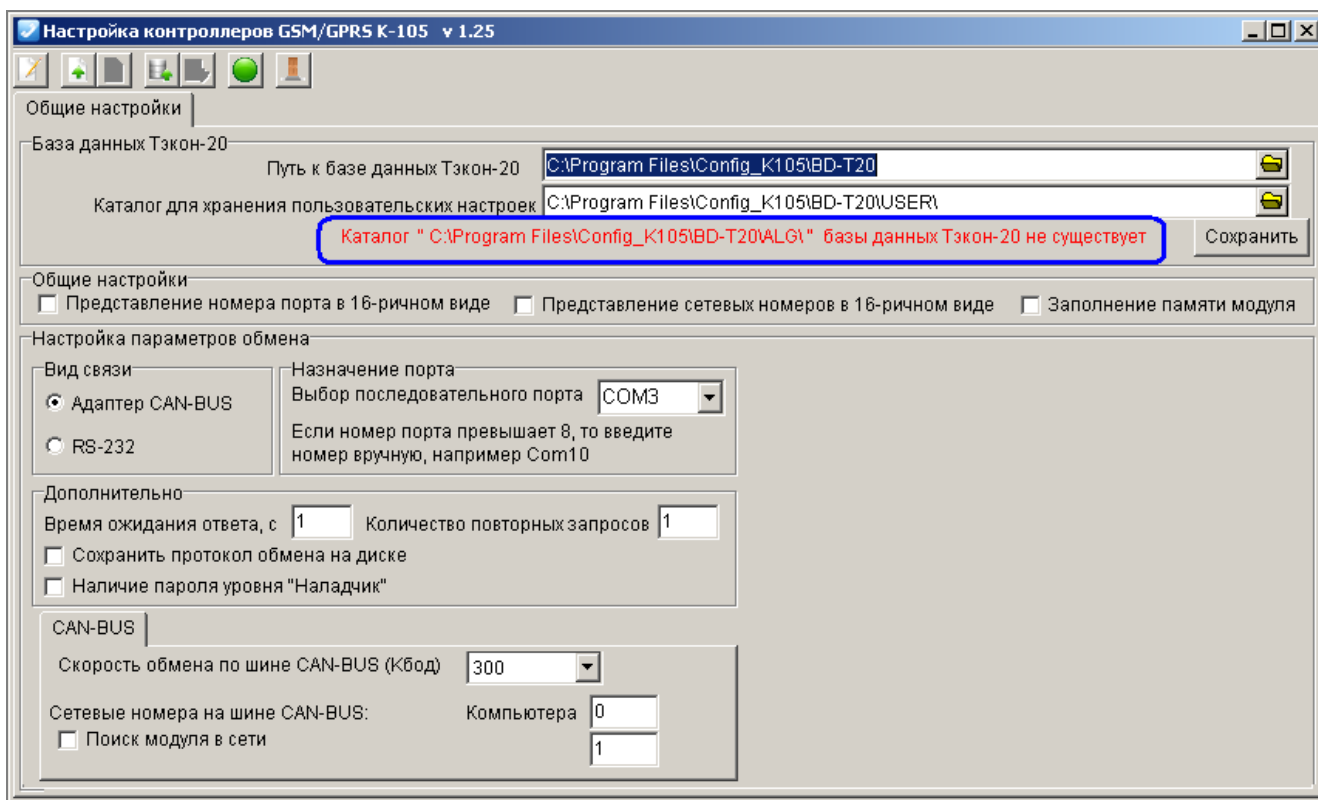

Рисунок 5. Вкладка «Общие настройки». Настройка пути к БД
- убедитесь, что в папке базы данных есть подкаталоги ALG, MOD, TSK. Иначе при выполнении операций, связанных с БД, программа выдаст сообщение: «Каталог базы данных Тэкон-20 не существует» (Рисунок 5);